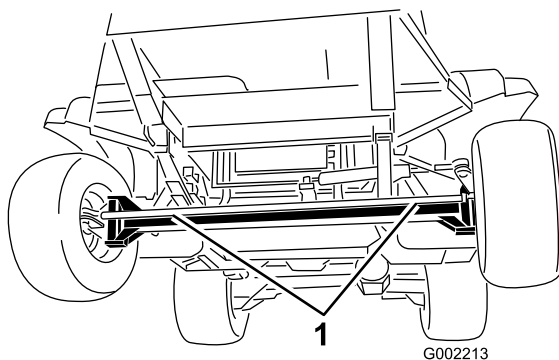
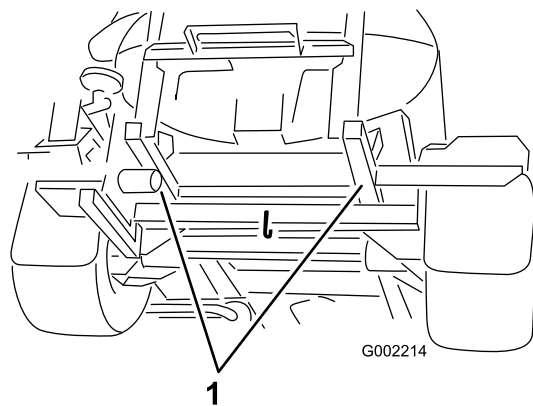

Рисунок 53
Рисунок 54
4. Прикрепите буксирный трос к раме; см. описание расположения передних и задних точек крепления для буксировки (Рисунок 53 и Рисунок 54).